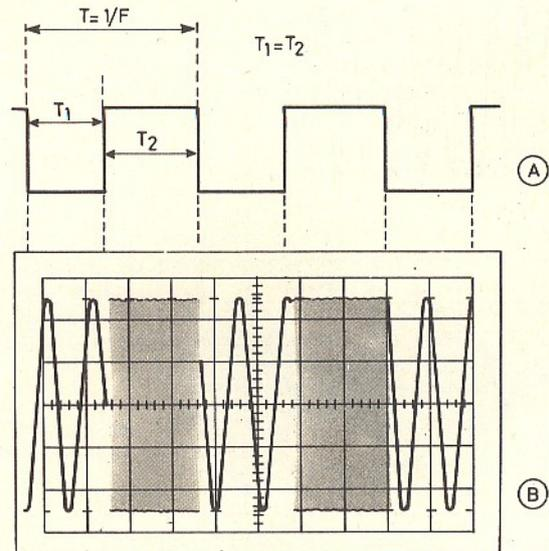

Figure 3
Voici, par exemple, à la figure 3, un signal BF, par exemple sinusoïdal à $f = 2000$ Hz, modulé en fréquence par un signal à TBF de forme rectangulaire à périodes partielles T_1 et T_2 égales comme il est visible en (A) de la même figure. La tension étant rectangulaire, f passe à une fréquence plus basse pendant une des alternances de durée égale à $T/2$ et à une fréquence plus élevée pendant l'autre alternance. De ce fait, on peut constater que la fréquence f ne sera jamais obtenue sauf pendant un temps nul au cours du temps de montée ou de descente de la tension TBF. Pratiquement, f variera entre $f_b < f$ et $f_h > f$ et on entendra un son haché à la fréquence f_h alternant avec un son à la fréquence f_b , cette dernière pouvant être, d'ailleurs, très basse.